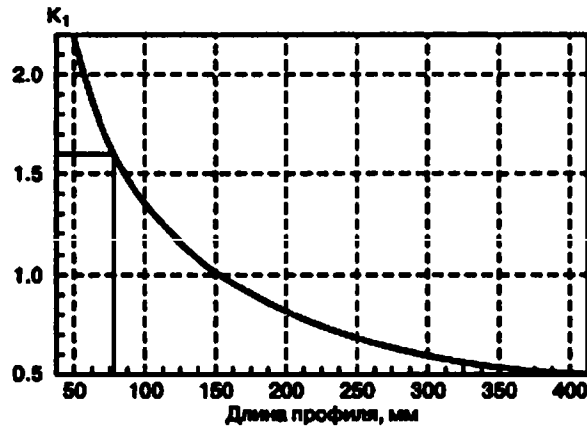

Рис. 2.33. Поправочный коэффициент на длину радиатора
- длину радиатора (рис. 2.33).